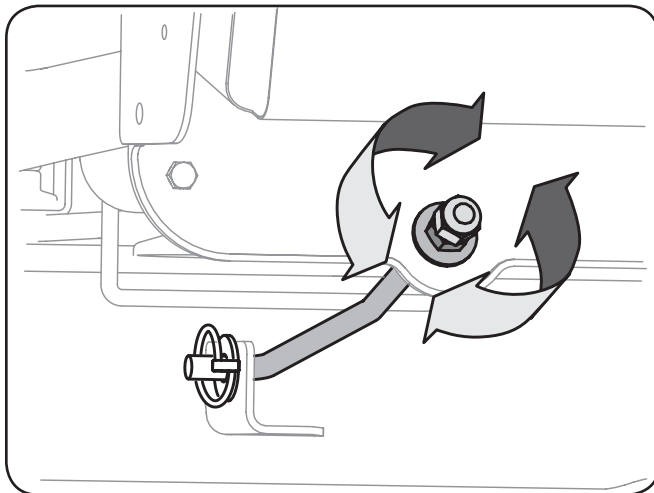

Figura 6-4
1. Afloje (rosca hacia afuera) la tuerca de seguridad hexagonal sobre el extremo de cada varilla de suspensión de la plataforma. Vea la Figura 6-4.
3. Para *bajarla* parte frontal de la plataforma, afloje (rosca hacia afuera) cada tuerca hexagonal, alejándola de la ménsula de suspensión frontal. Vea la Figura 6-4.